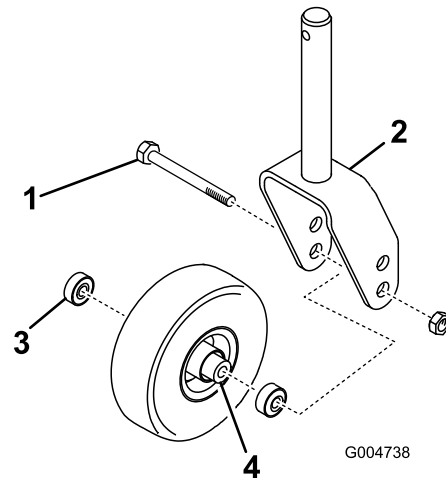
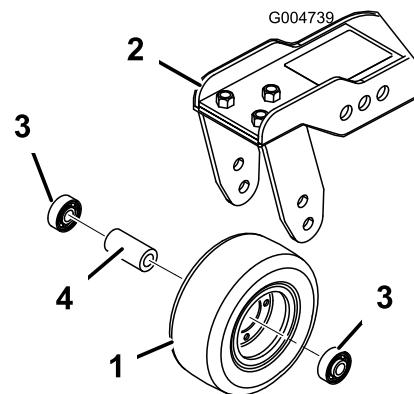

Figure 107
Figure 108
1. Retirez le contre-écrou du boulon qui fixe la roue pivotante entre la fourche (Figure 107) ou le bras de la roue pivotante (Figure 108).
2. Enlevez le roulement du moyeu de la roue et laissez tomber la douille d'écartement à l'extérieur (Figure 107 et Figure 108).